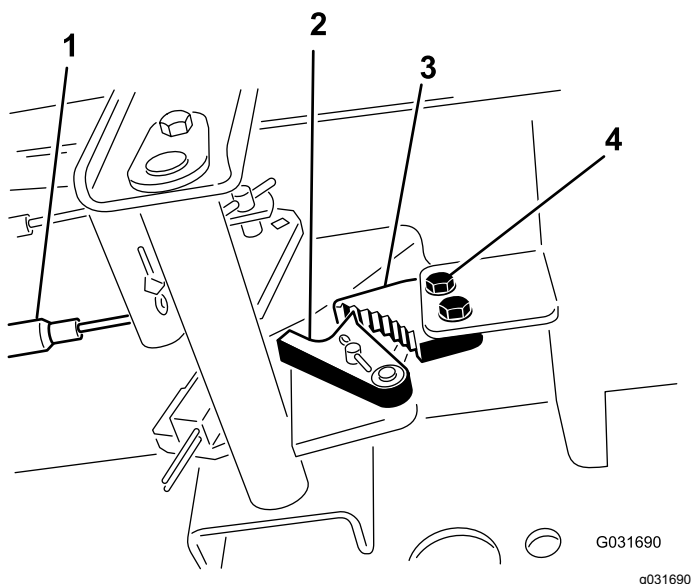

Figura 55
1. Afloje los 2 tornillos que fijan el trinquete del freno de estacionamiento al bastidor (Figura 55).
2. Pise el pedal del freno de estacionamiento hacia adelante hasta que la uña se engancha a fondo en el trinquete del freno (Figura 55).